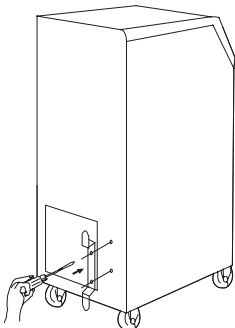

Figure 2
3. Utilisez des vis (ci-joint à l'intérieur de la boîte d'accessoires avec le support du cordon) pour installer le support du cordon sur le climatiseur comme illustré à la Figure 2.